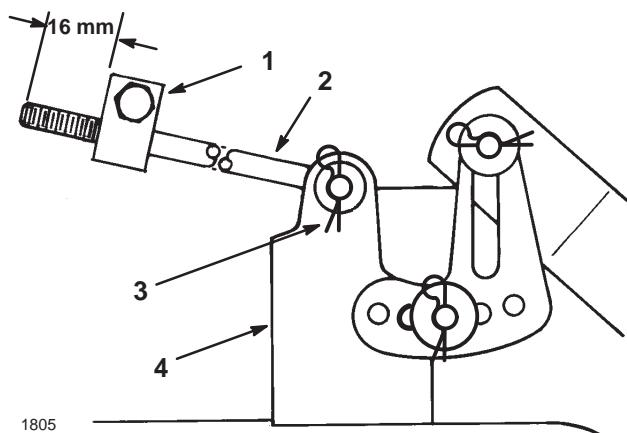

Figure 13
3. Mesurez la longueur de tige qui dépasse de l'avant du bloc de réglage sur les côtés du châssis (Fig. 13). Si la longueur n'est pas égale à 16 mm, enlevez la goupille fendue et la rondelle de l'extrémité de la tige (Fig. 13), puis vissez ou dévissez la tige jusqu'à obtention de la longueur requise. Introduisez alors l'extrémité de la tige dans le support du plateau et fixez-la à l'aide de la rondelle et de la goupille fendue. Répétez la procédure de l'autre côté de la tondeuse.